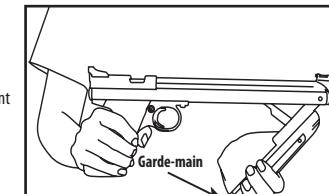

Fig. 3
3. Ouvrez complètement le garde-main jusqu'à sa pleine extension (Fig. 3). Tenez fermement le garde-main pendant son ouverture.
ATTENTION : DANGER DE PINCEMENT: Placez vos mains tel qu'ilustré à la Fig. 3. Une position incorrecte des mains peut créer un pincement si vous lâchez votre prise sur le garde-main et cela risque de provoquer des blessures. Exercez des mouvements droits lors du pompage du pistolet à air comprimé.